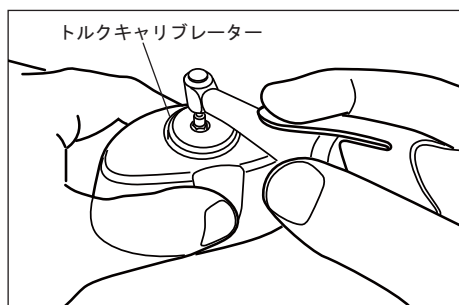

図 10
- 6) ON/OFF キーを押すとカウントダウンに続き負荷キャリブレーションが始まります。モーターハンドピースが回転を始めますので、停止するまでトルクキャリブレーターを手でしっかり固定し、キャリブレーションバーが垂直になるように保持してください。(図 10)キャリブレーション実行中は、“CAL” が点滅します。